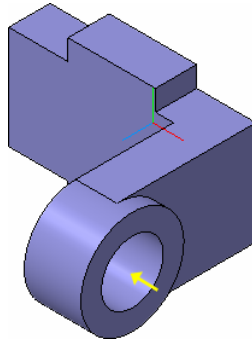

Рисунок 33.
- Нажмите кнопку Создать объект  на Панели специального управления (рис. 33).